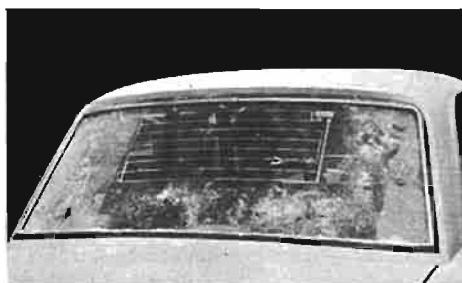

Fig. 7
- L'élément chauffant, conditionné entre deux couches de protection (Fig. 7).